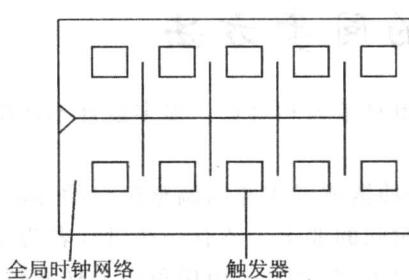

图 11.8 全局时钟网示意图
- (1) 全局时钟网络布线时尽量使各分支的时钟一致。
- (2) 采用平衡树结构，在每一级加入缓冲器，使到达每个触发器时钟端的时钟同步，如图 11.8 和 11.9 所示。